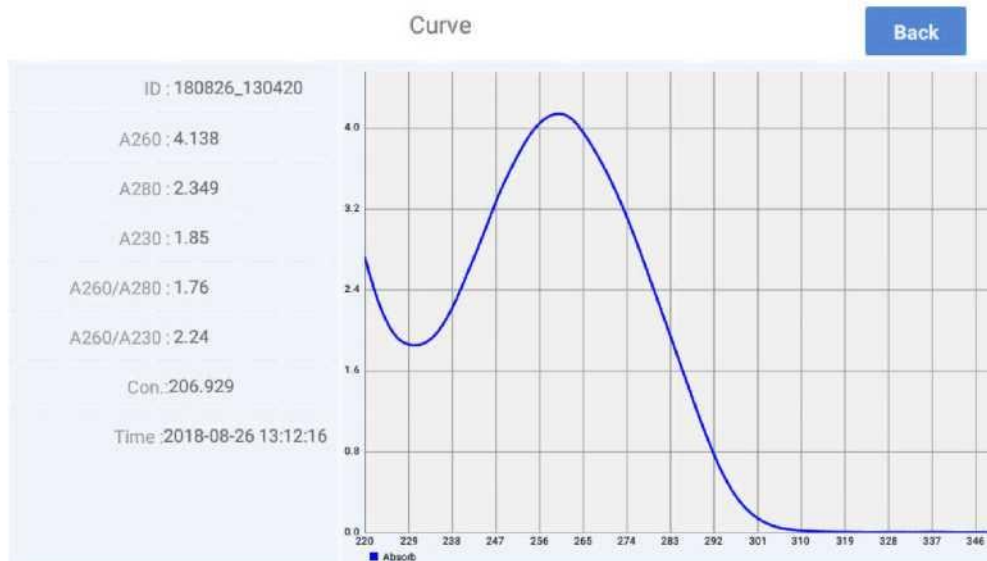

Рис. 4.8. Данные детектирования нуклеиновой кислоты для всех длин волны
- ② **Spectrum Data** : нажмите на эту кнопку, чтобы перейти в окно в соответствии с рис. 4.8.